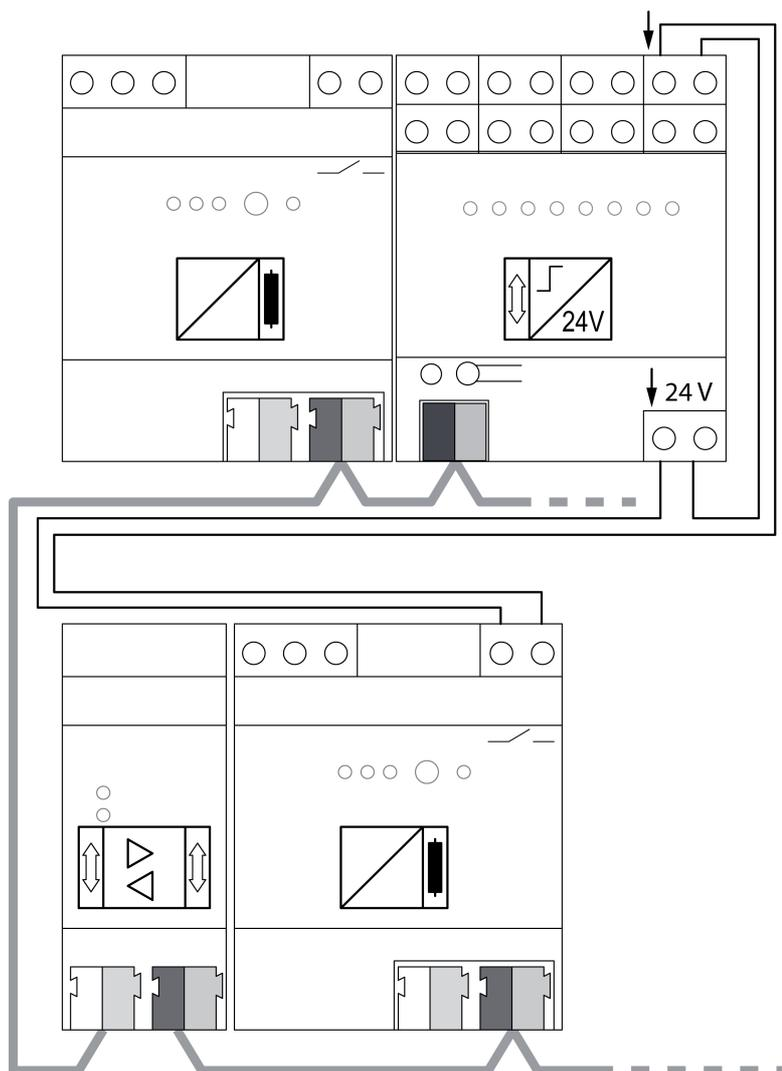

Figure 6: Exemple d'utilisation – Entrée binaire KNX sur la ligne principale pour la détection et la signalisation centrale des messages de diagnostic
- Raccorder l'entrée binaire KNX conformément à l'exemple de raccordement (figure 6).